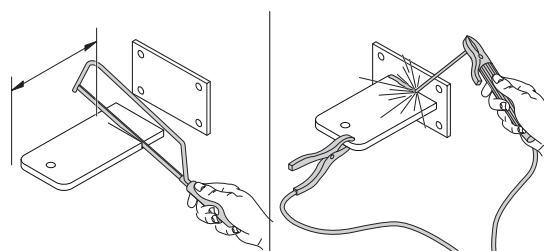

Fig. 3
**02.** La staffa, prima di essere fissata al muro deve essere saldata all'apposita piastra di fissaggio (**Fig. 3**); se occorre la staffa può essere tagliata adeguando di conseguenza i valori delle **quote A e E**.